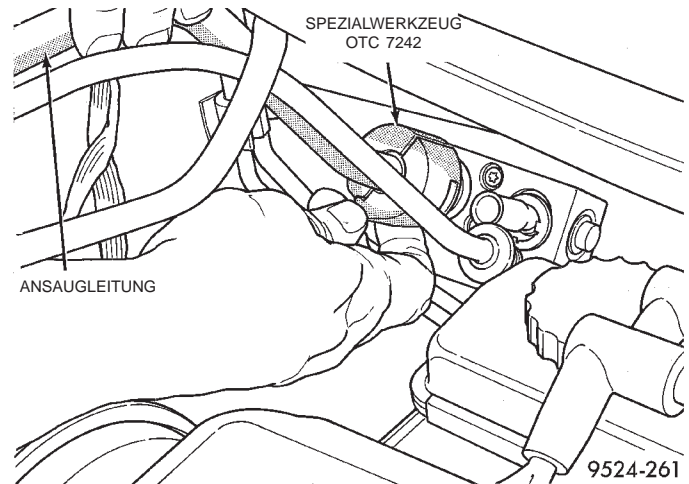
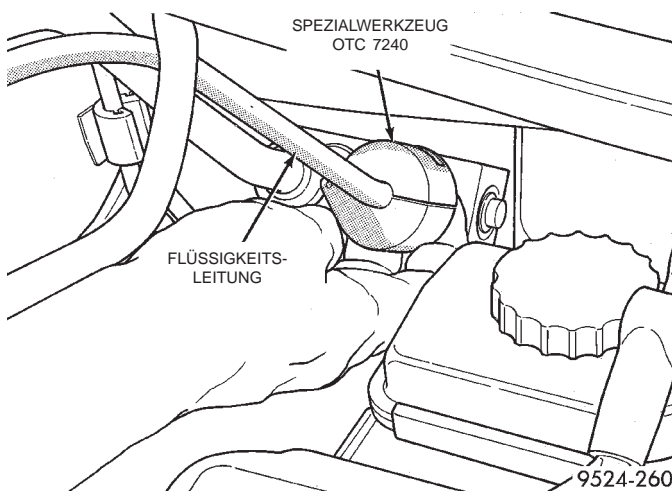

Abb. 47 Spezialwerkzeug 7242 für Ansaugleitung
Abb. 46 Spezialwerkzeug 7240 für Flüssigkeitsleitung
(3) Mit Spezialwerkzeugsatz 7193 die Schnell-trennkupplungen am Expansionsventil lösen (Abb. 46) und (Abb. 47).